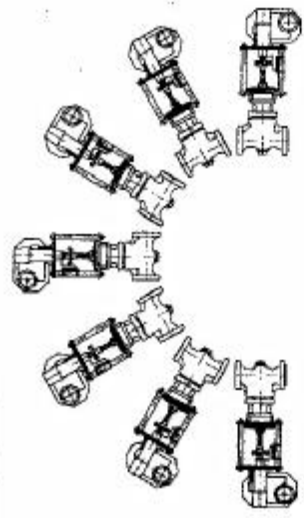

Рис.1. Рабочее положение клапана
- рабочее положение относительно трубопровода – любое, кроме ЭИМом ниже горизонтальной линии, рекомендуемое – ЭИМом вверх (рис.1).